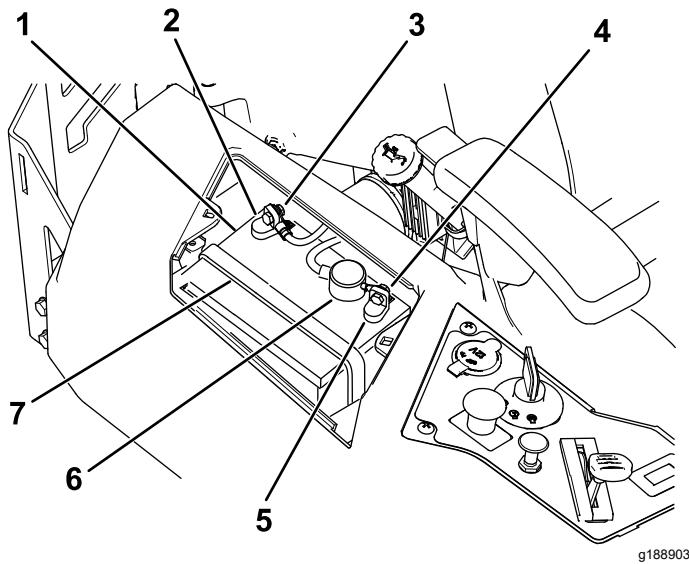

Bild 58
4. Klemmen Sie das Minuskabel (schwarz) vom Batteriepol ab (Bild 58).
6. Klemmen Sie das Pluskabel (Rot) vom Batteriepol ab (Bild 58).
7. Nehmen Sie die Batterieklemme ab (Bild 58) und heben Sie die Batterie aus dem Batteriefach heraus.
- Setzen Sie die Batterie in das Fach (Bild 58).
- Befestigen Sie die Batterie mit der Befestigung (Bild 58).